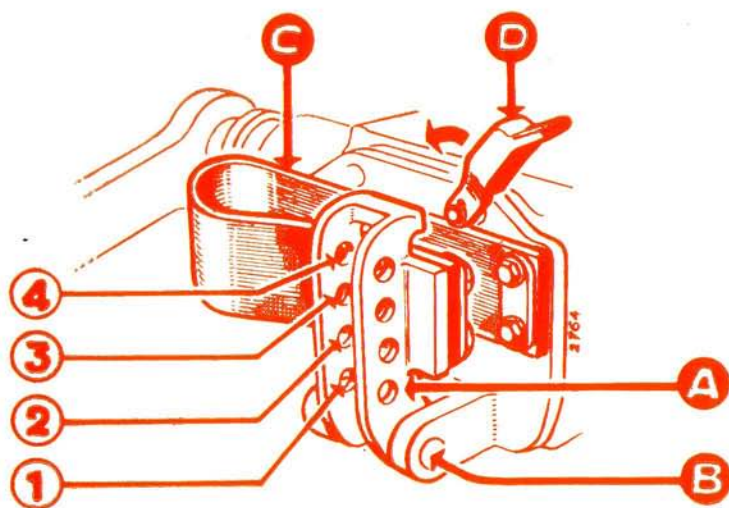

FIG. 18
3) SENSIBILITÉ (fig. 18)
NOTA. - Un coin pivotant (D) fig. 18 est destiné à être engagé entre le support mobile du 3^{me} point et le couvercle du relevage, soit en transport, soit pour le fonctionnement en position contrôlée. Ne pas oublier de l'ôter lors du travail en effort contrôlé.